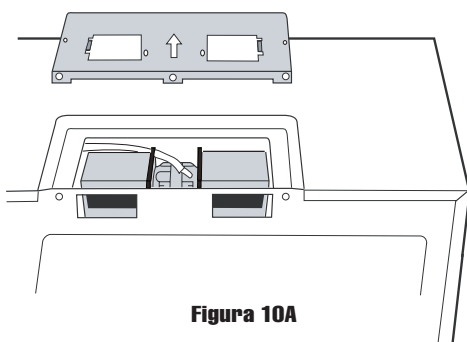

Figura 10A
5. Coloque el alambre nuevamente en la cavidad. Vea la Figura 10A de la página 5.